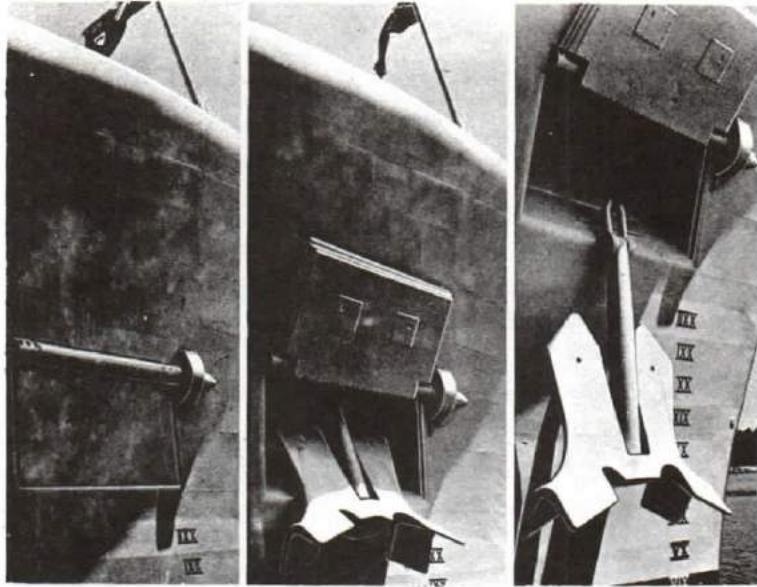

Figure 11-68
27. The locking pins on the anchor pocket doors must be removed first, then the doors themselves are opened. The inspection doors are opened to the inspection ports and the clutch is engaged. See Figure 11-68. The bottle-screw slip is removed and the Blake slip is placed about 8 links further back on the cable.
27. Les clavettes de fermeture sur les portes d'écubier sont d'abord retirées. On ouvre ensuite les portes elles-mêmes. Les portes d'inspection sont ouvertes sur les hublots de regard. On engage l'embrayeur (voir la figure 11-68). La bosse à ridoir est retirée et la bosse Blake est placée à environ huit mailles plus loin sur la chaîne.